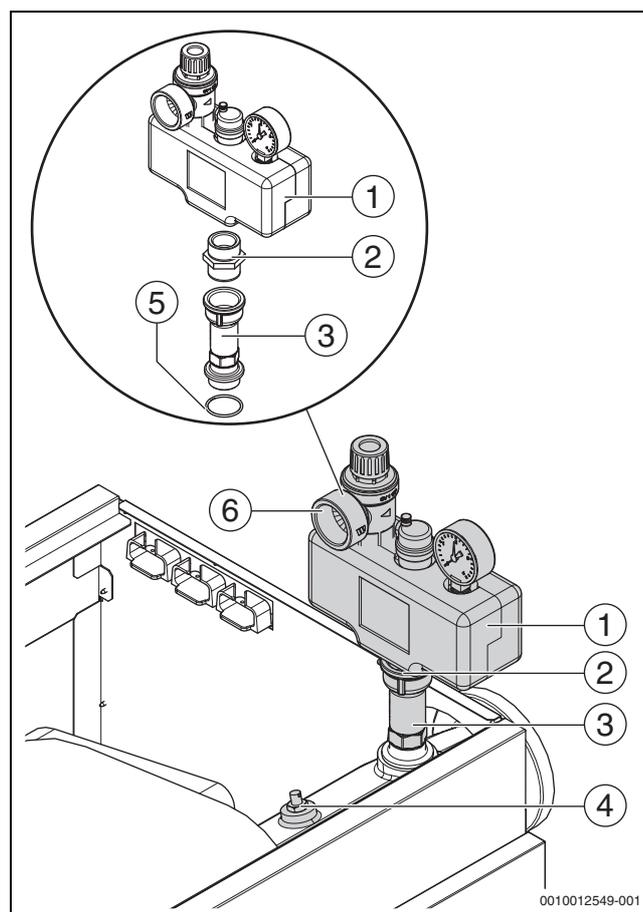

Fig. 17 Kit de sécurité 3 bars (illustration : version chaudière droite)
(→ Fig. 17 et 18)
- ▶ Étanchéifier le set de sécurité sur le raccord fileté du départ chauffage avec un produit d'étanchéité approprié ou les joints livrés (→ fig. 17).